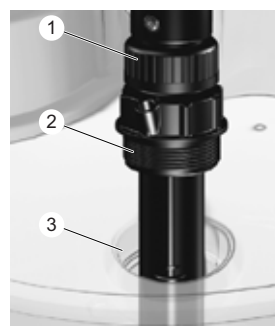

Fig. 12 Insertion de la crépine d'aspiration
- Pour les étapes suivantes, voir fig. 12.
5. Desserrer le raccord de la bague de serrage (1).
6. Visser l'adaptateur (2) dans l'orifice fileté de l'adaptateur pour les conteneurs IBC.
9. Serrer manuellement le raccord de la bague de serrage (1).
7. Desserrer le raccord de la bague de serrage (1).
8. Insérer la crépine d'aspiration dans le conteneur en vissant le contre-écrou sur l'adaptateur vissé (2) à l'intérieur du conteneur.
10. Serrer manuellement le raccord de la bague de serrage (1).